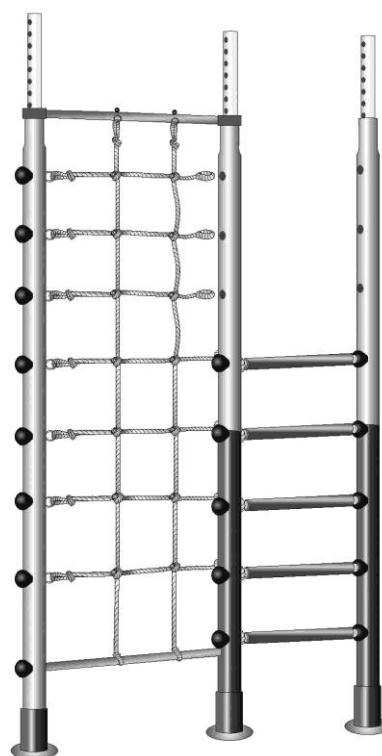

Рис.4
- 6.2.7. **В верхнюю часть лестницы вставить распорные трубы до упора.** Рисунок 4.